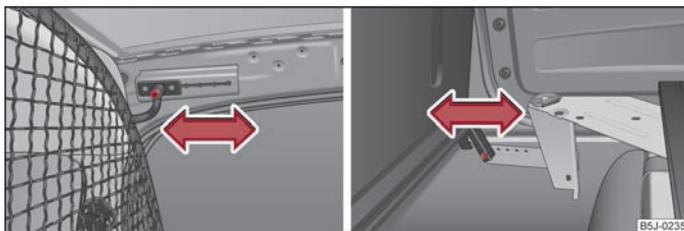

Abb. 165 Obere Aufnahme / untere Aufnahme der Sicherheitstrennwand
- Schrauben Sie auf jeder Seite im oberen Teil der Karosserie eine Schraube ⇒ Abb. 165 - links und im unteren Teil eine Schraube heraus ⇒ Abb. 165 - rechts.